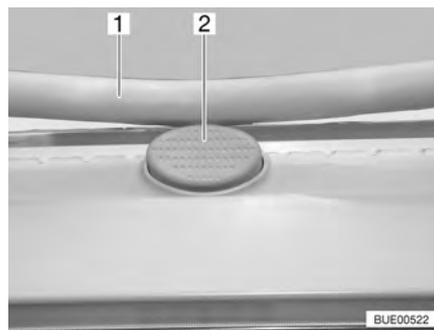

Fig. 60 Botón de seguridad en la claraboya Heki
- Pulsar el botón de seguridad (Fig. 60,2) y tirar la horquilla (Fig. 60,1) hacia abajo con ambas manos.
- Presionar el estribo hacia arriba con ambas manos hasta que la horquilla se encuentre encima del botón de seguridad (Fig. 60,2).